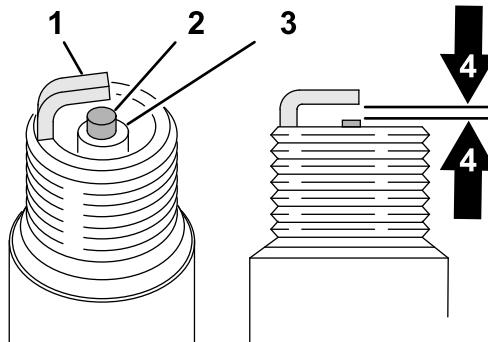

Figure 39
4. Réglez l'écartement (Figure 39) entre électrodes centrale et latérale à 0,76 mm.